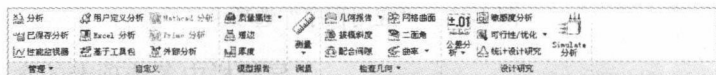

图 1-10 “分析”选项卡
- “分析”选项卡：其中包含了“管理”、“自定义”、“模型报告”、“测量”、“检查几何”和“设计研究”面板，如图 1-10 所示，主要用于分析测量模型中的各种物理数据、检查各种几何元素以及尺寸公差分析等。